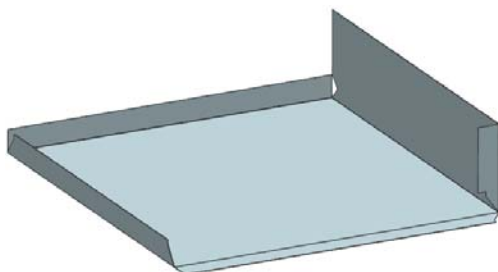

图 11-108 创建法向除料特征
(4) 在“法向除料”对话框中，单击<确定>按钮，创建法向除料特征，如图 11-108 所示。